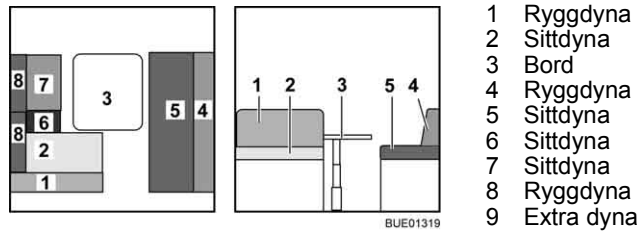

Bild 139 Före ombyggnaden
- Bygg om bordet (Bild 139,3) till sängbotten (se avsnitt 6.10).
- Tag bort ryggdynorna (Bild 139,1 och 8) och lägg dem åt sidan.